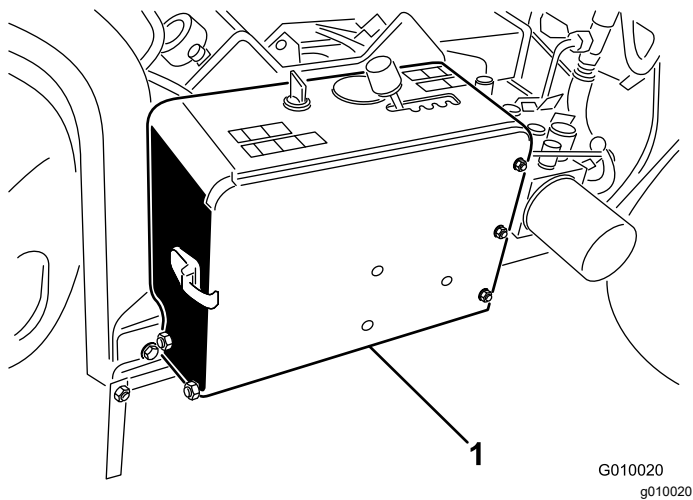

Figura 51
1. Sbloccate e aprite il coperchio del vano batteria (Figura 51).